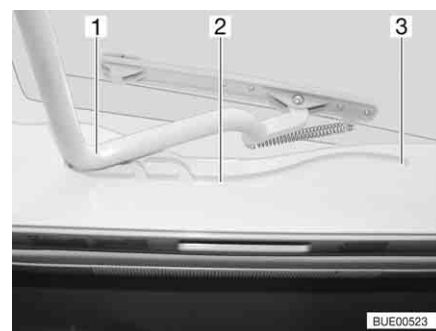

Bild 64 Heki-taklucka, spår
- Dra in bygel (Bild 64,1) i spåren (Bild 64,2) till den bakersta positionen (Bild 64,3).
- Tryck bygel (Bild 64,1) lätt uppåt med båda händerna.
- Drag bygel till önskad position i spåret (Bild 64,2).